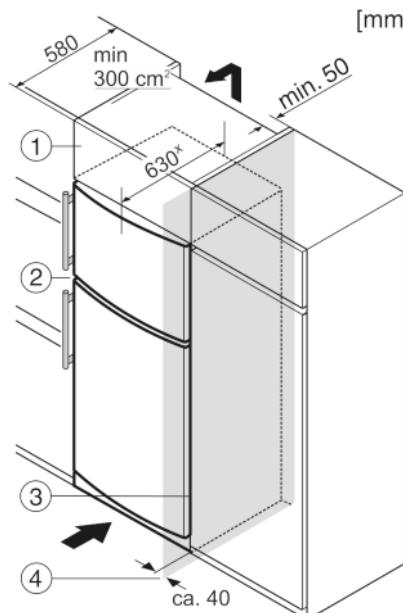

Fig. 9
- (1) Дополнительный шкафчик
- (2) Устройство
- (3) Кухонный шкаф
- (4) Стенка
Устройство может быть окружено предметами кухонной обстановки. Чтобы уравнять устройство Fig. 9 (2) по высоте с кухонной стенкой, можно установить над устройством соответствующий дополнительный шкафчик Fig. 9 (1).
При комбинировании с кухонными шкафами (глубина макс. 580 мм) устройство можно установить непосредственно рядом с кухонным шкафом Fig. 9 (3). Устройство выступает сбоку на 34 мм^x и по центру на 50 мм^x относительно передней стенки кухонного шкафа.
Если устройство установлено на шарницах у стены Fig. 9 (4), то расстояние между устройством и стеной должно быть не менее 40 мм. Настолько выступает ручка при открытой дверце.